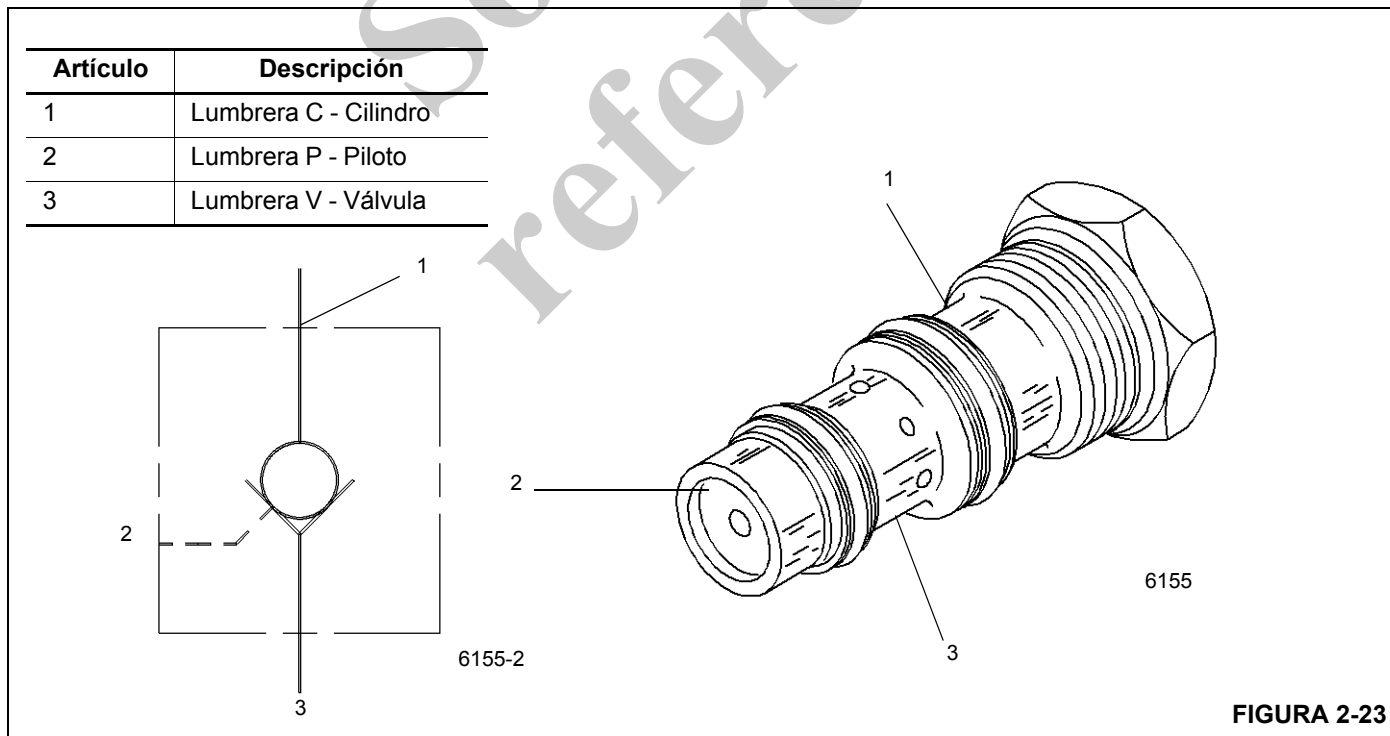

FIGURA 2-23
Una válvula de retención activada por piloto (PO) se encuentra en cada bloque de lumbreras del cilindro de gato de estabilizador. La válvula de retención funciona como una válvula de tope para el cilindro de gato. El flujo de aceite se dirige de la lumbrera "V" a las lumbreras "C", mientras se impide el flujo en el sentido opuesto. El flujo se invierte de "C" a "V" cuando el aceite de presión piloto se aplica a la lumbrera "V" del lado opuesto (Figura 2-23).